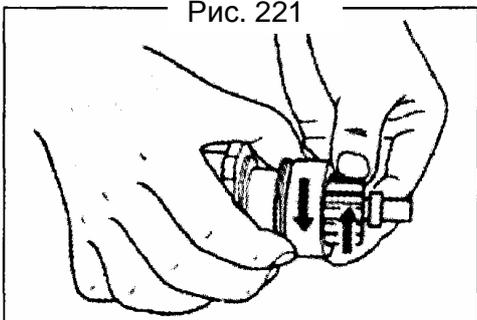

Рис. 222
- Проверьте шестерню на износ, повреждения или плохое состояние. Проверьте муфту, муфта должна запереться при повороте в направлении привода и свободно вращаться при повороте в обратном направлении (Рис. 222). Замените при необходимости.